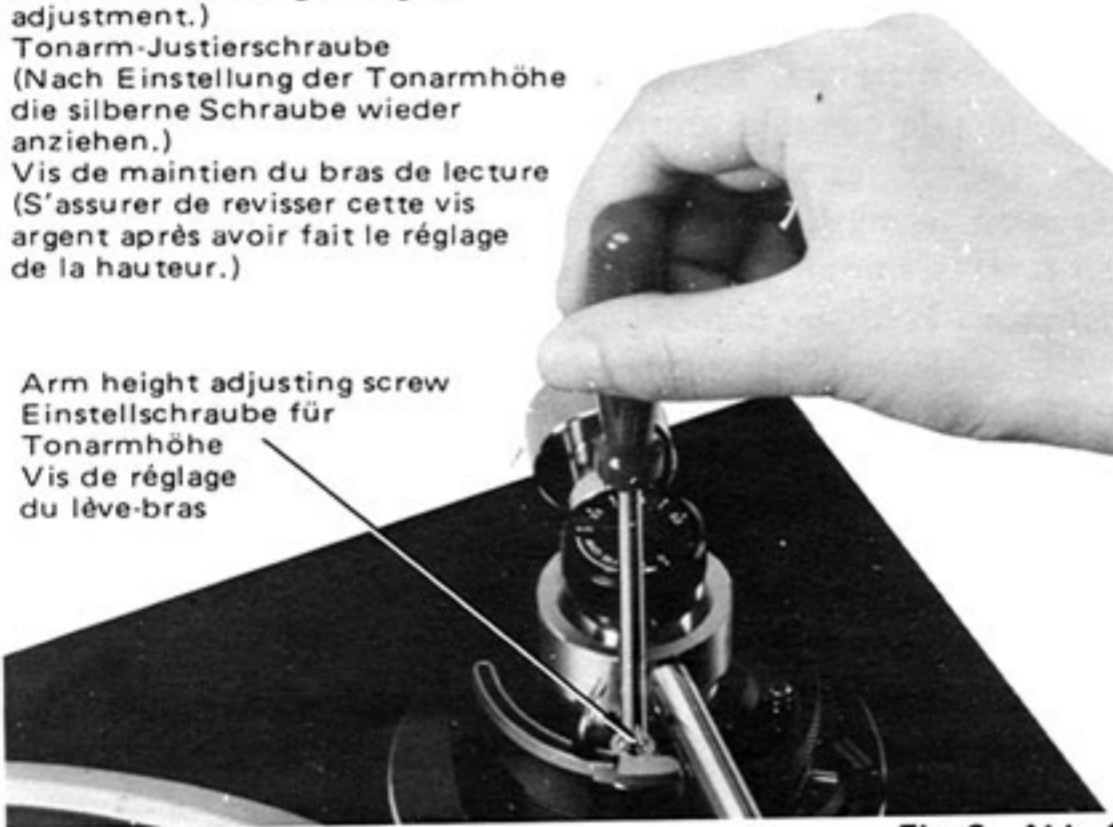

Fig. 8 Abb. 8
● Arm Lifter Height Adjustment (Fig. 8)
• Einstellung der Tonarm-Liftheöhe (Abb. 8)
• Réglage de la hauteur du lève-bras (Fig. 8)